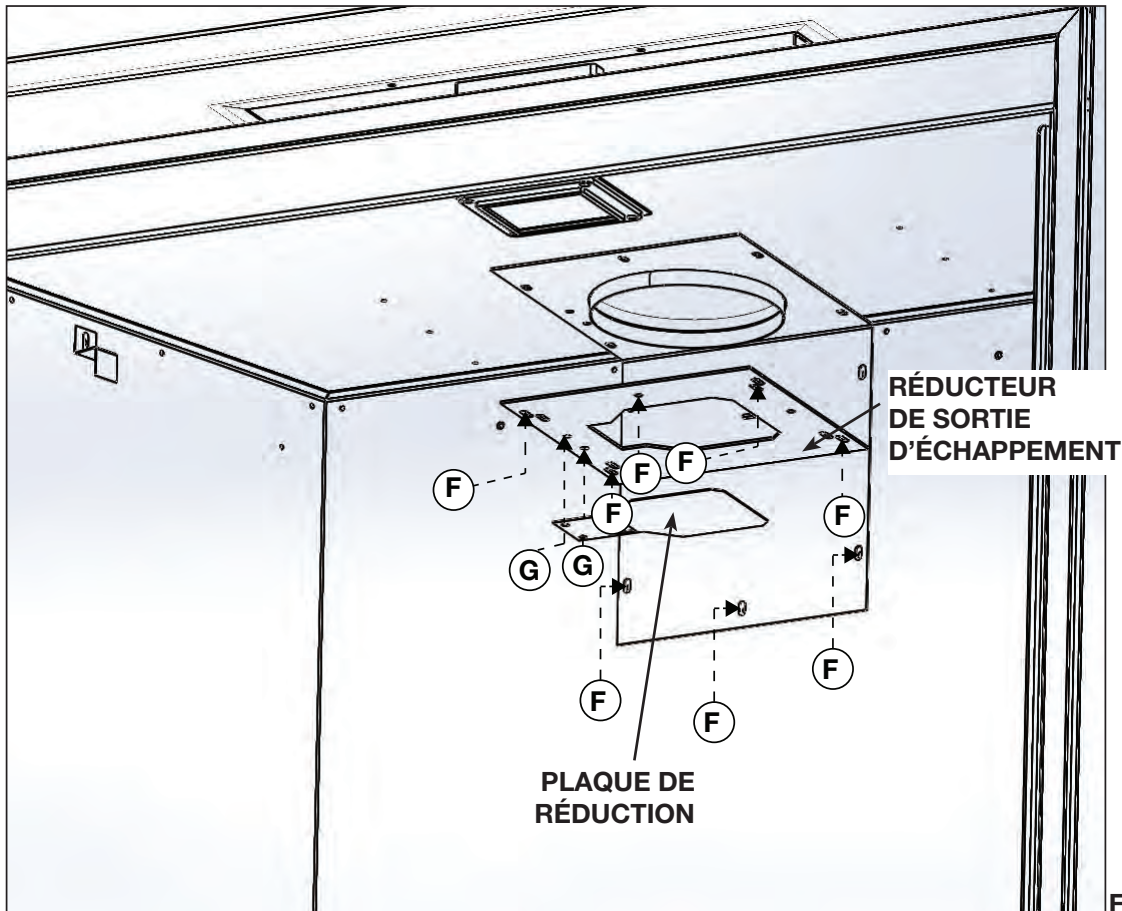

Fig. 2
- F. De l'intérieur de la chambre de combustion, installez le collier d'échappement de 5 "(127 mm) avec le joint d'étanchéité et la plaque de réduction de sortie d'échappement par le haut de la chambre de combustion, et fixez avec les 10 vis noires à tête hexagonale 3/4po fournies dans le sac manuel. (Fig. 2).